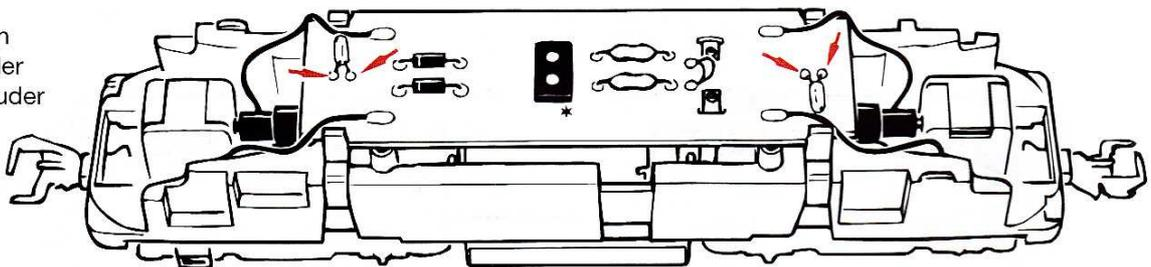
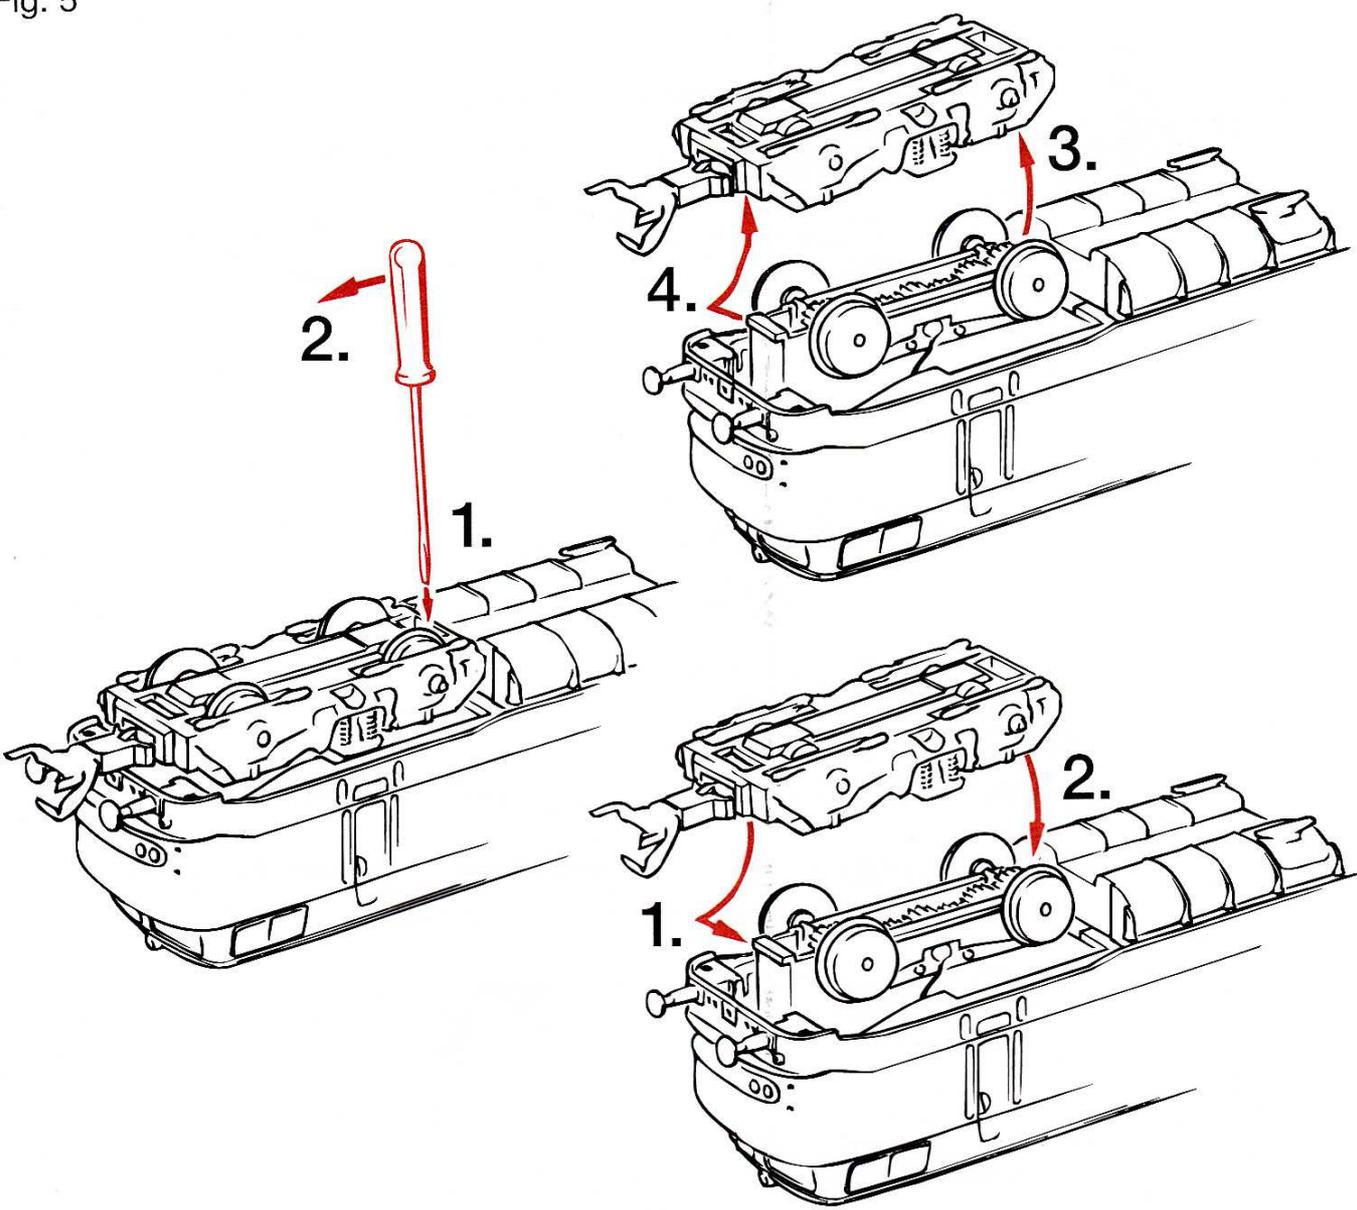
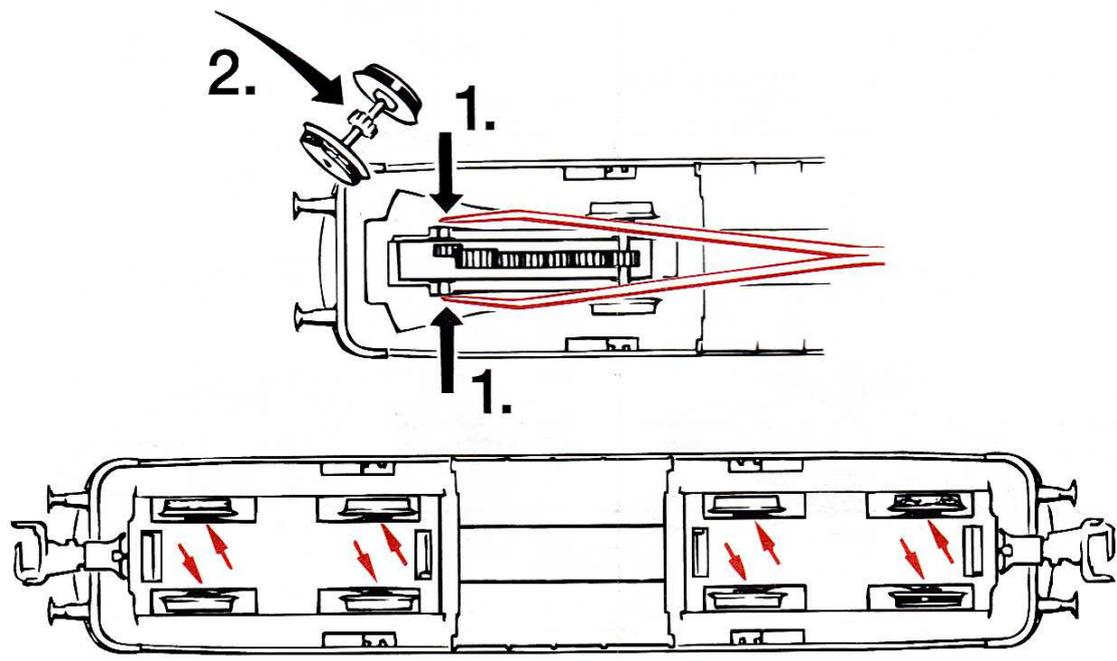

Fig. 5
Fig. 6
Fig. 7
1. Nettoyage des lames de contact aux roues: Les lames de contact risquent de s'encrasser rapidement sur des voies poussiéreuses (fig. 5). Veuillez **enlever la poussière** aux endroits marqués à la fig. 6 à l'aide d'un petit pinceau souple.
5. Échange des bandages d'adhérence: Démontez d'abord le **couvre-carter** des engrenages (fig. 5). Délogez ensuite les essieux bandagés et enlevez, à l'aide d'une aiguille ou d'un tourne-vis fin les bandages d'adhérence (fig. 7). Lors du montage des nouveaux bandages veuillez veiller à ce que les bandages **ne soient pas tordus**.